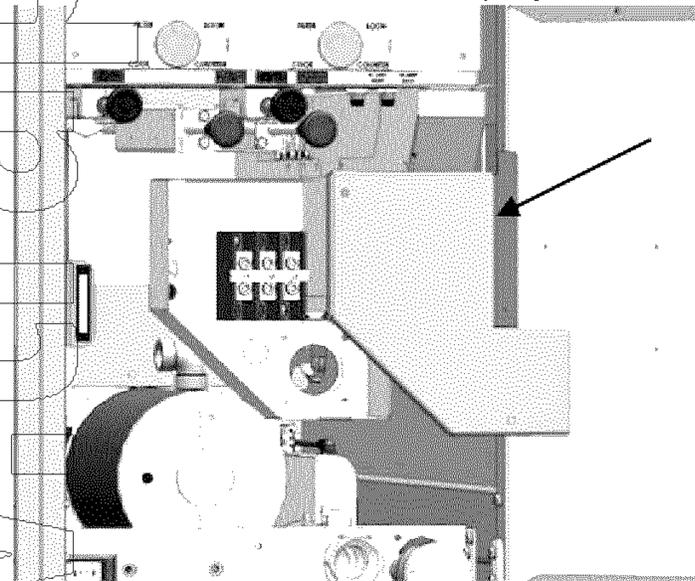

Рис. 1.5.1. (Дренажная трубка не показывается для ясности)
1. Снимите крышку монтажного соединения фритюрницы, рисунок 1.5.1.